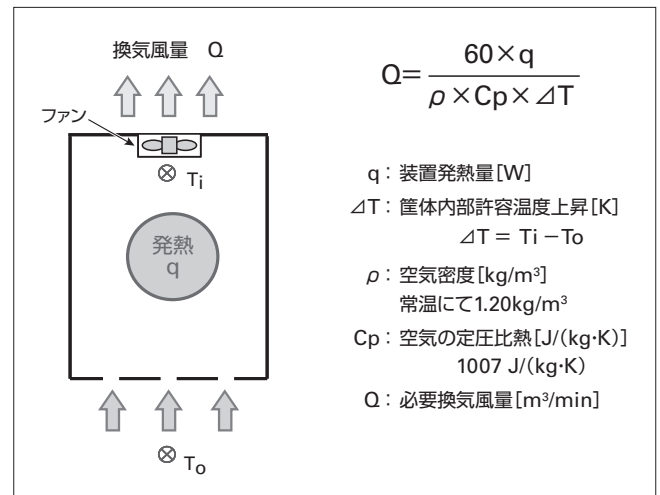

図6 奪うべき熱量と必要換気量
②に必要な換気量は、熱源から奪うべき熱量 (装置発熱量) と装置内部で許容される温度上昇値が決まれば計算できる。計算式を図6に示す。